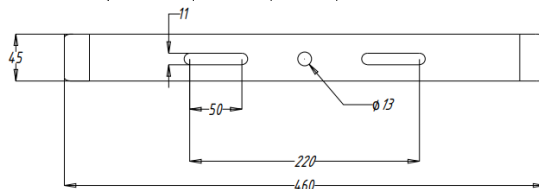

Рис. 1.
6.7.2. Просверлить отверстия под монтаж светильника с учетом карты отверстий крепления потолочного Рис. 1.